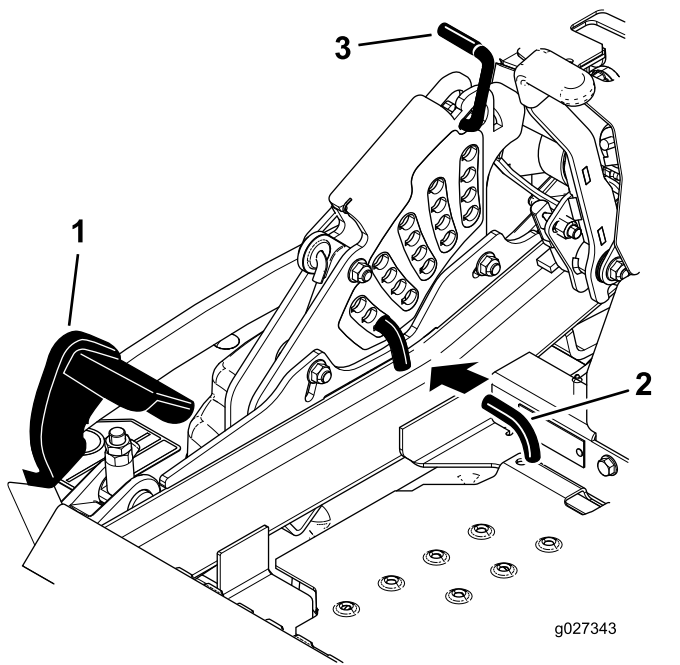

Figura 92
5. Pressione por completo o pedal de elevação da plataforma e a plataforma vai trancar na posição de transporte de 14 cm (Figura 92).